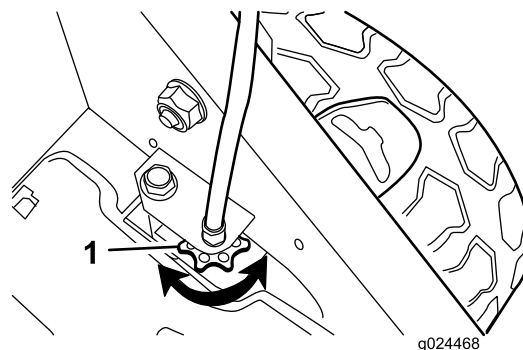

Figure 24
- Si les roues ne tournent pas quand vous engagez la barre de commande d'autopropulsion, la courroie de déplacement n'est pas assez tendue. Tournez une fois la molette de commande des roues (Figure 24) dans le sens horaire et répétez les opérations 4 à 6.
- Si les roues tournent quand vous engagez la barre de commande d'autopropulsion, la courroie de déplacement est trop tendue. Tournez une fois la molette de commande des roues (Figure 24) dans le sens antihoraire et répétez les opérations 4 à 6.